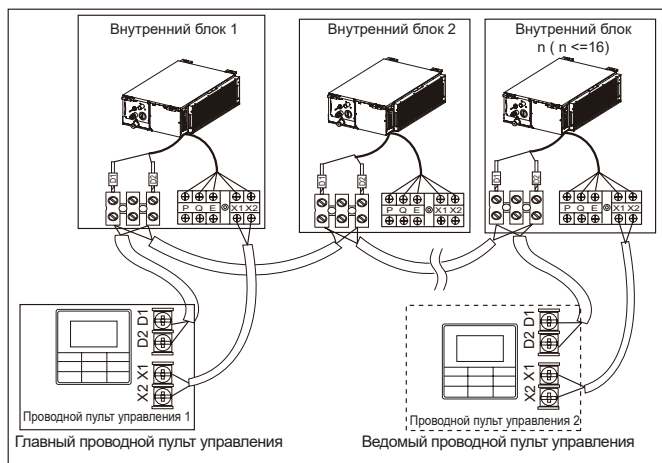

Рисунок 7.8
- Используйте один проводной пульт управления для управления несколькими внутренними блоками или два проводных пульта управления (один главный и один ведомый пульт) для управления несколькими внутренними блоками (см. рисунок 7.8).